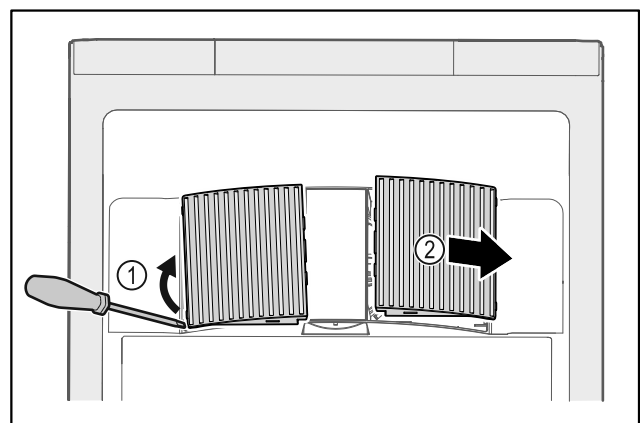

Fig. 104
- ▶ Scoateți cu grijă capacele ventilatoarelor de pe partea laterală Fig. 104 (1) și scoateți-le spre partea din față Fig. 104 (2).